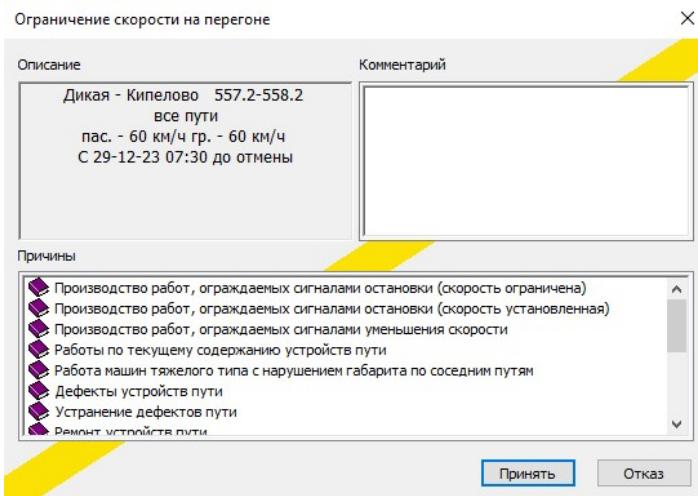

Рис.173. Окно «Ограничение скорости на перегоне».
15. Для ввода служебной информации по предупреждению нажать кнопку «Текст». Появится окно «Ограничение скорости на перегоне» (см. рис. 173).
16. В разделе «Причины» выбрать причину выдачи предупреждения (см. рис. 173).